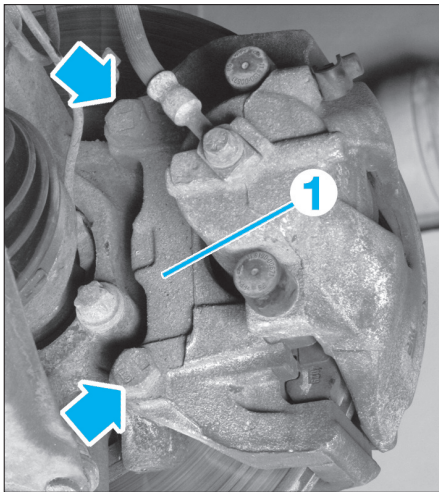

FIG. 9
- Déposer le support d'étrier (1) (fig. 9).